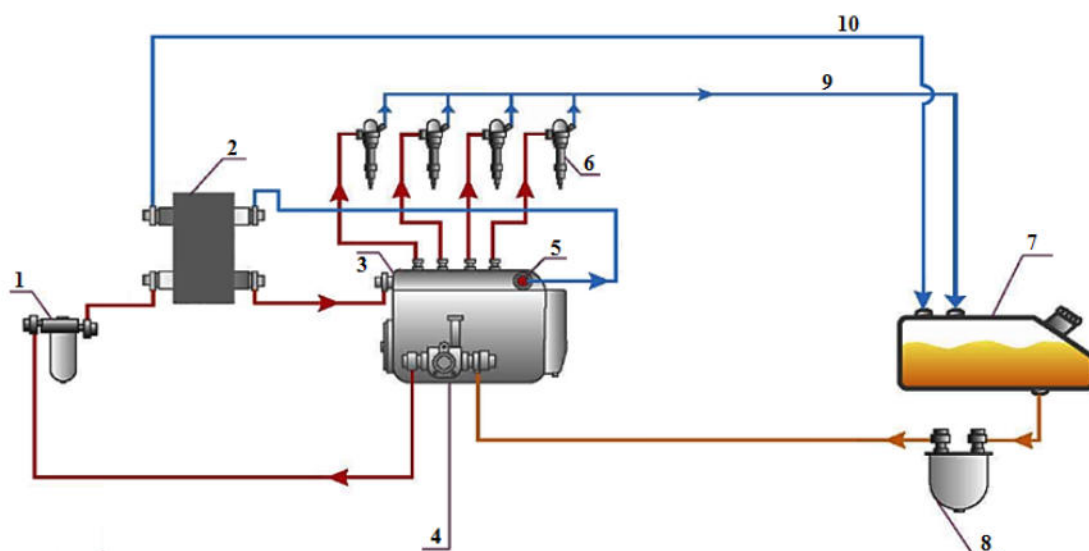

рис. 4.8. Установка подающей камеры на давление,
- установка подающей камеры производится в топливную магистраль после ТНВД (на давление) (рис. 4.8);